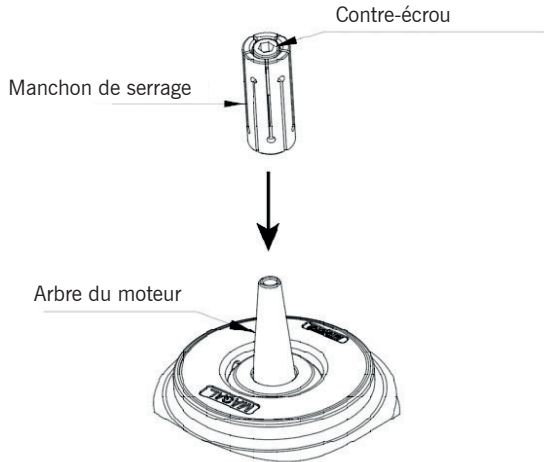
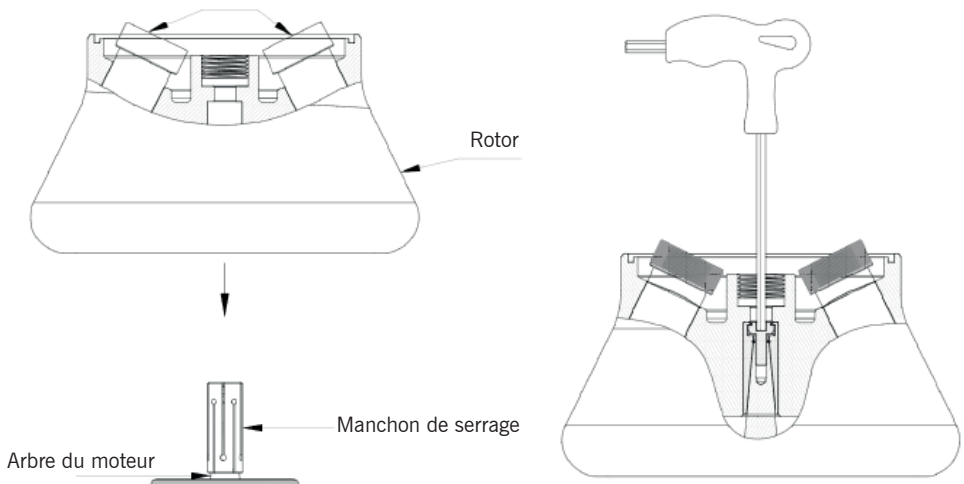

Figure 5 : Schéma de l'angle d'installation rotor
Figure 6 : Schéma de l'angle d'installation du rotor
Les étapes de l'installation du rotor sont les suivantes (comme indiqué dans les Fig. 5 et Fig. 6) :
- Installez le manchon de tension sur l'arbre du moteur comme indiqué sur la figure 5, et tournez-le de 5 tours dans le sens des aiguilles d'une montre à l'aide de la clé Allen (Remarque : il ne doit être tourné que de 5 tours, sinon le rotor ne sera pas installé sur le manchon de tension).
- Préparez le rotor que vous souhaitez utiliser à la position indiquée à la figure 6. Tenez le rotor à deux mains, alignez le trou central du rotor avec la broche du moteur, posez-le verticalement, le placer en bas de l'arbre, relâcher les deux mains, puis presser le rotor vers le bas avec les mains.